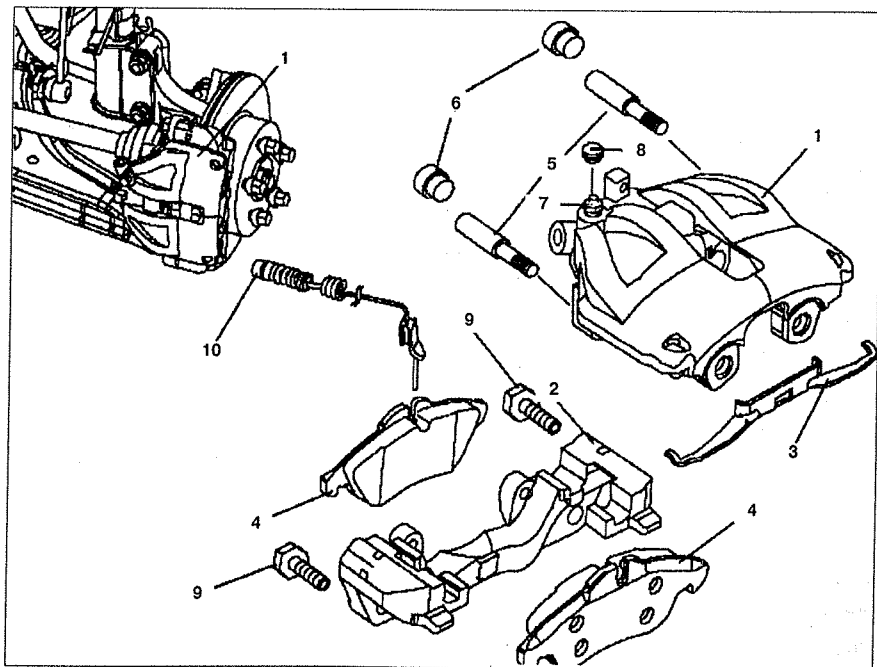

**Рис. 9.3. Проверка вакуумного усилителя:**
9. Присоедините тестер 030 к вакуумному усилителю 1 (см.рис.9.3).